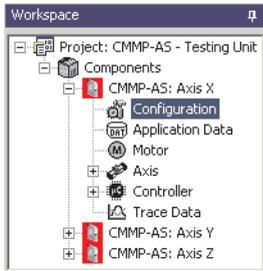

Fig. 4.12 FCT - 工作窗口
1. 打开 FCT 中转换的 CMMP-AS-...-M3 工作区域“Drive Configuration”（→ Fig. 4.12）。